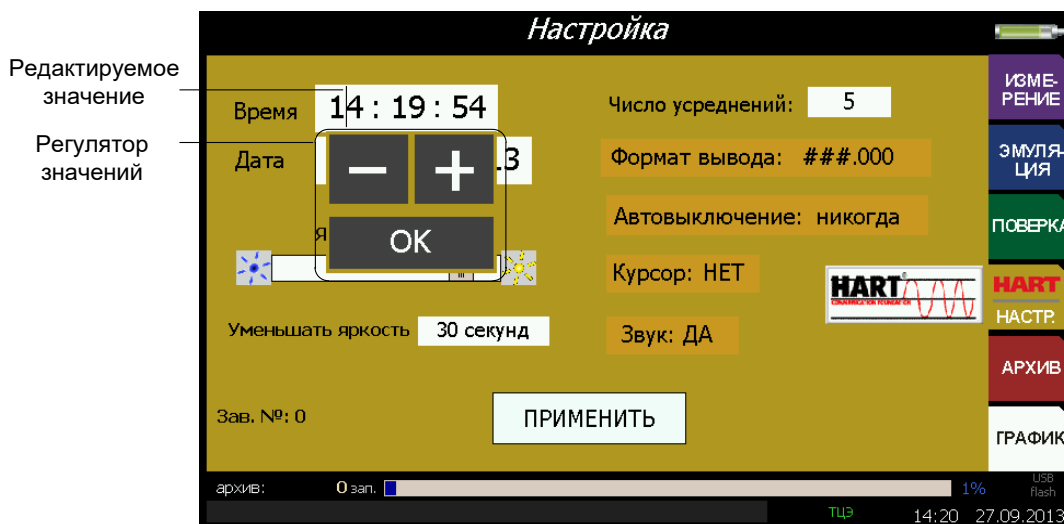

Рисунок 2.49
2.6.4.2 Параметр «Время» предназначен для установки нового текущего значения времени, представленного в формате чч:мм:сс (см. рисунок 2.49).